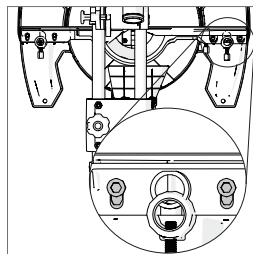

Fig. 18
- La butée est fixée avec deux vis Allen qui se trouvent sur les deux côtés de la butée dans les fentes longues. (**Fig. 18**)